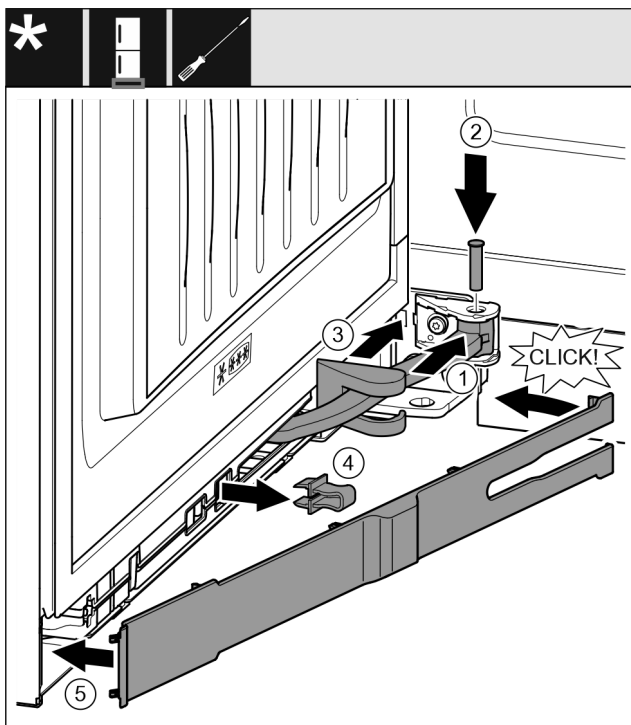

Fig. 47
- ▶ Zgibni del v vpetju zavrtite. Fig. 47 (1)
- ▶ Z izvijačem T15 vstavite sornik v vpetje in zgibni del. Pri tem pazite, da zaskočni zapah pravilno sedi v utoru. Fig. 47 (2)
- ▶ Potisnite pokrov ležajnega podstavka vzdolž zgibnega dela in ga montirajte nad vpetjem. Fig. 47 (3)
- ▶ Snemite varovalo. *Fig. 47 (4)*
- ▶ Namestite pokrov na strani ročaja in ga obrnite navznoter. *Fig. 47 (5)*